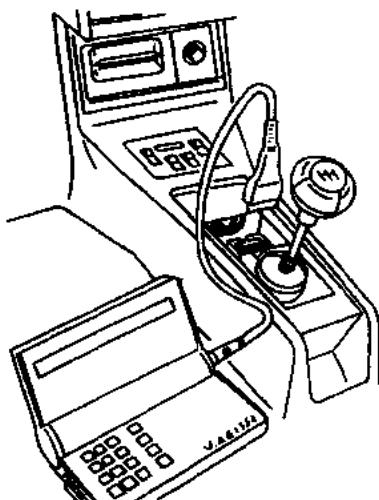

图 1-6 故障阅读器 V.A.G1552 的连接
(1)按图 1-6 所示,打开诊断插座盖板,并用电缆 V.A.G1551/
(1)按图 1-6 所示接好故障阅读器 V.A.G1552, 接通点火开关, 并使发动机以怠速转速运转, 输入“发动机电子系统”的地址指令 01。